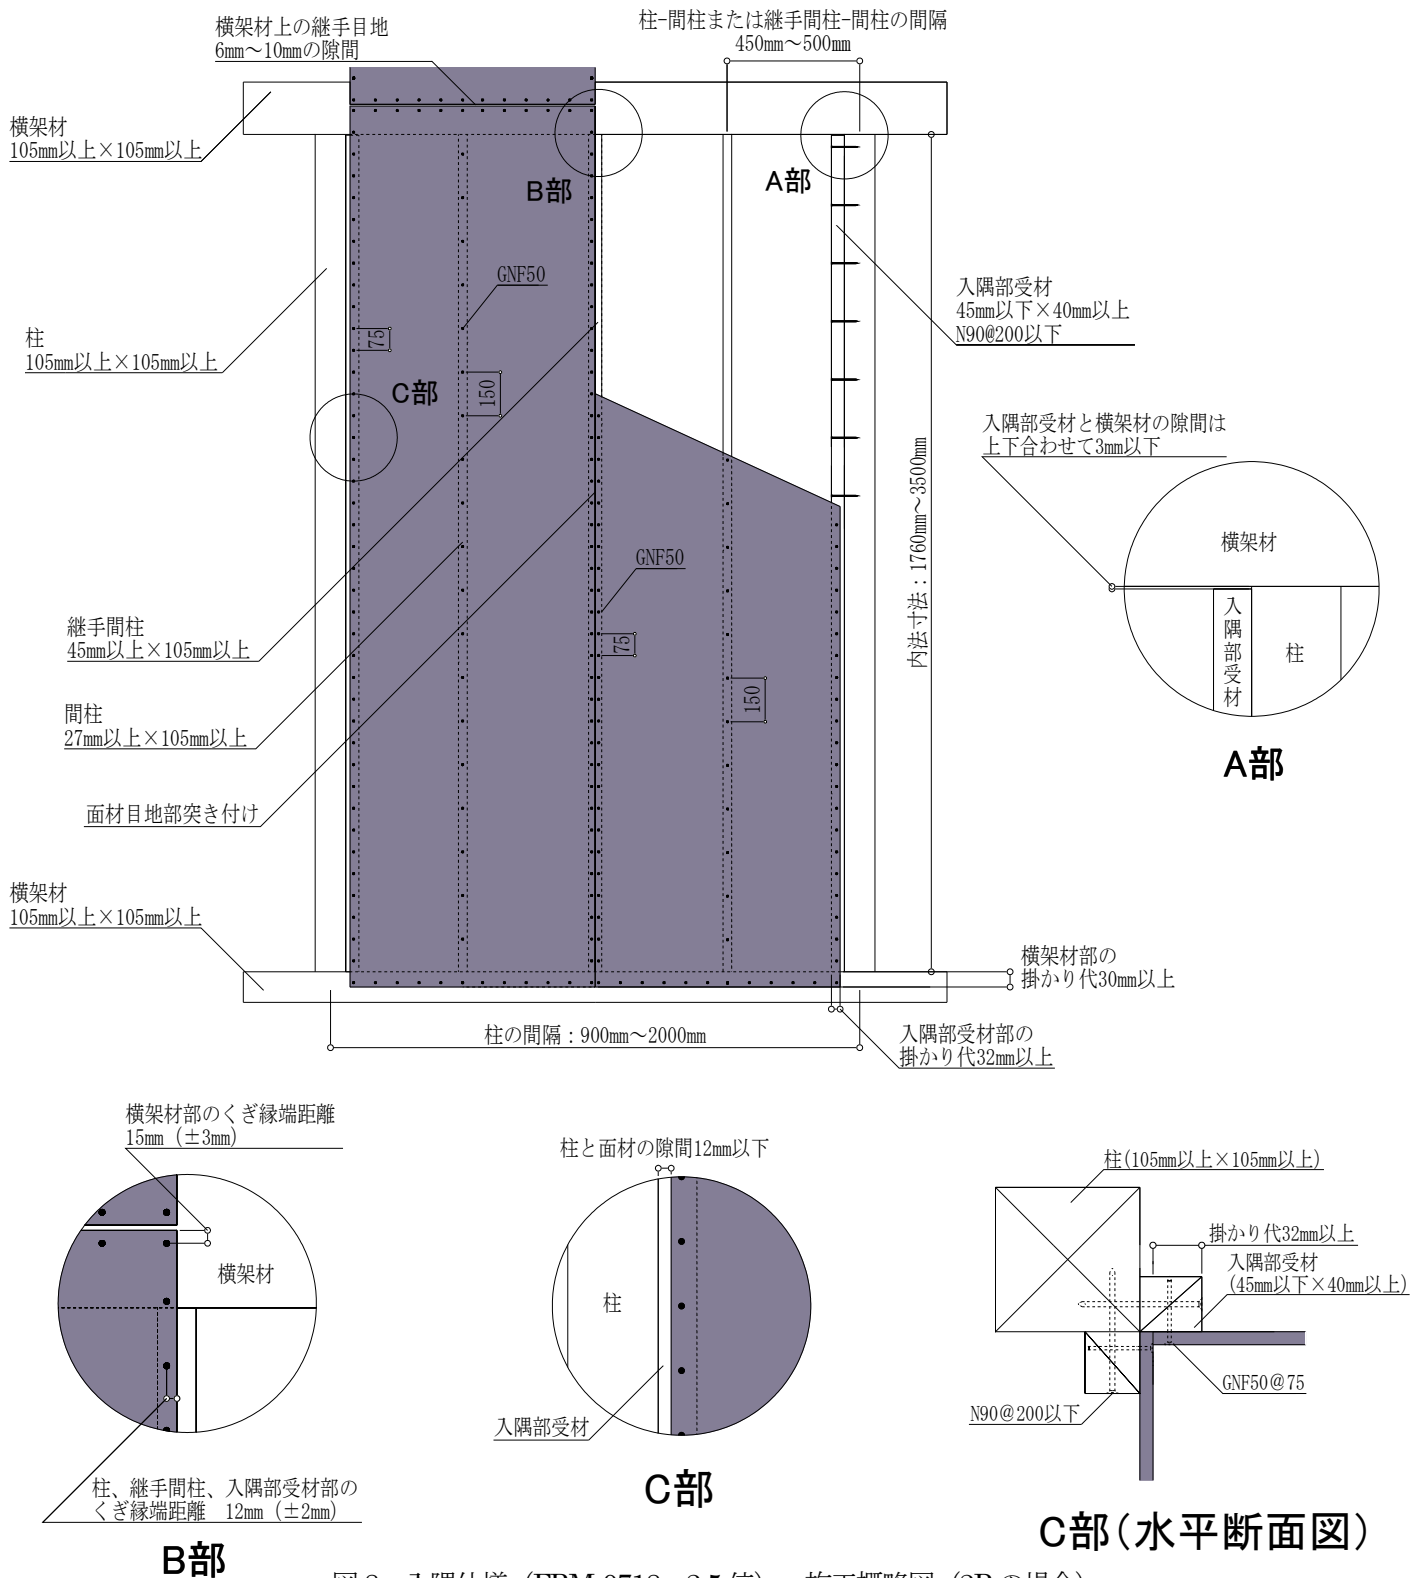

図8 入隅仕様 (FRM-0718 : 2.5 倍) 施工概略図 (2P の場合)
施工においては、図8および注意事項に記載の内容を遵守してください。
- ・タイガーEX プログレは、原則 1 枚張りとし、縦継ぎ張りについては、P25「⑧縦継ぎ張りについて」をご確認ください。
- ・図 8 は 2P の施工例となっておりますが、1P の場合も耐力壁とできます。